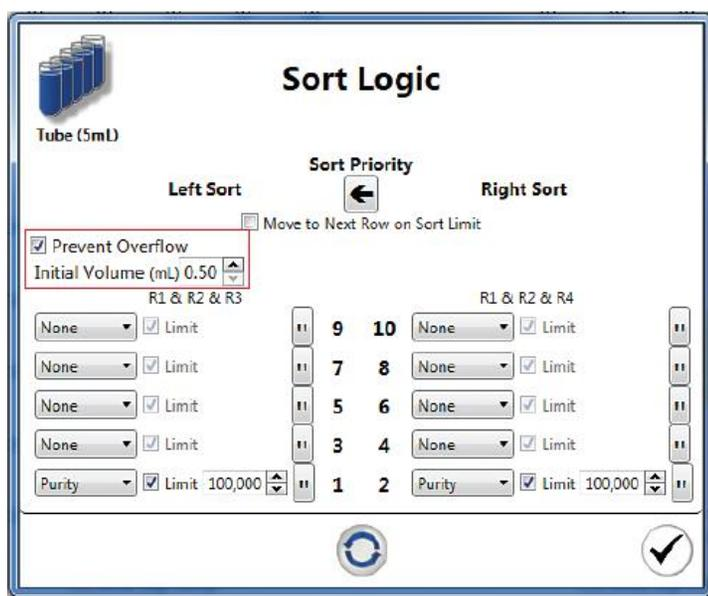

Рис. 72. Окно Sort Logic (Логика сортировки) с выделенной опцией Prevent Overflow (Не допускать переполнения)
1. Выберите **Prevent Overflow (Не допускать переполнения)** на экране окна Sort Logic (Рис. 72).